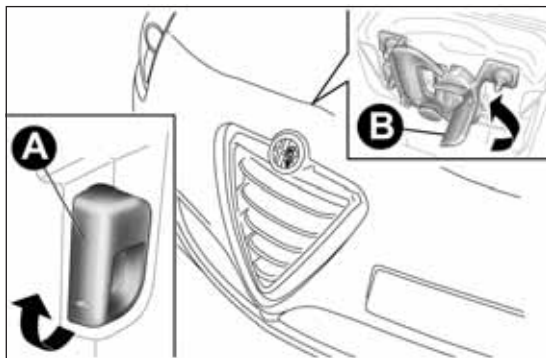

fig. 78
- ☐ tira la leva A fig. 78 nel senso indicato dalla freccia;